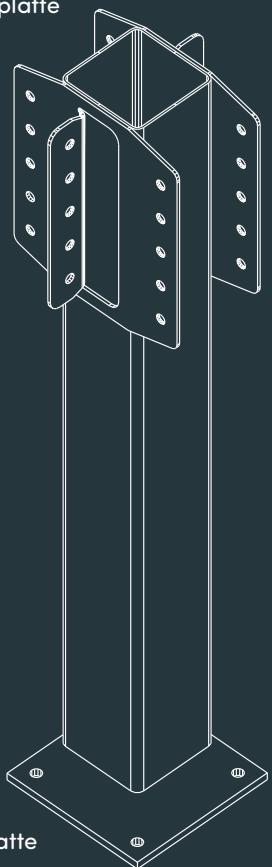

Abb. 2 – Versetzte Platte
- In der Standardkonfiguration werden die Platten in der Stützenmitte angeschweißt. Sie können jedoch zur Anpassung an die Umgebung wie z. B. bei einer Lagerbühne, die an einer Wand anfängt, in anderen Bereichen angebracht werden (Abb. 2). Diese Option ist nur bei Platten mit einem Querschnitt von 200 x 200 mm verfügbar.